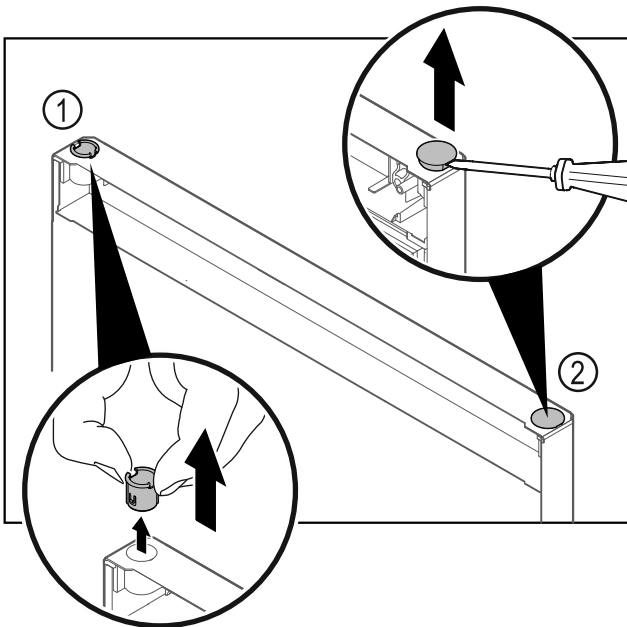

Fig. 29
- Pirštais ištraukite šarnyrinę įvorę Fig. 29 (1).
- Dengiamąjį kamštį Fig. 29 (2) atsargiai pakelkite išdrožiniu atsuktuvu ir jį ištraukite.